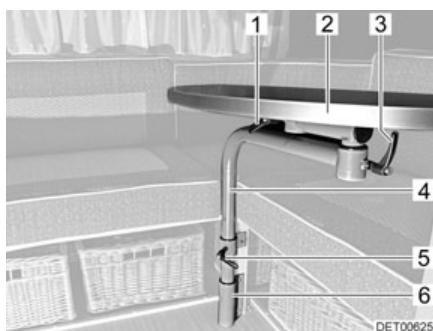

Fig. 64 Mesa abatible
- Aflojar los tornillos de torniquete (Fig. 64,1, 3 y 5).
- Girar el tablero de la mesa (Fig. 64,2) a la posición deseada.
- Aflojar el tornillo de torniquete (Fig. 64,5).
- Retirar el tablero de la mesa (Fig. 64,2) junto con la pata de mesa (Fig. 64,4) del alojamiento (Fig. 64,6) y ponerlos a un lado.